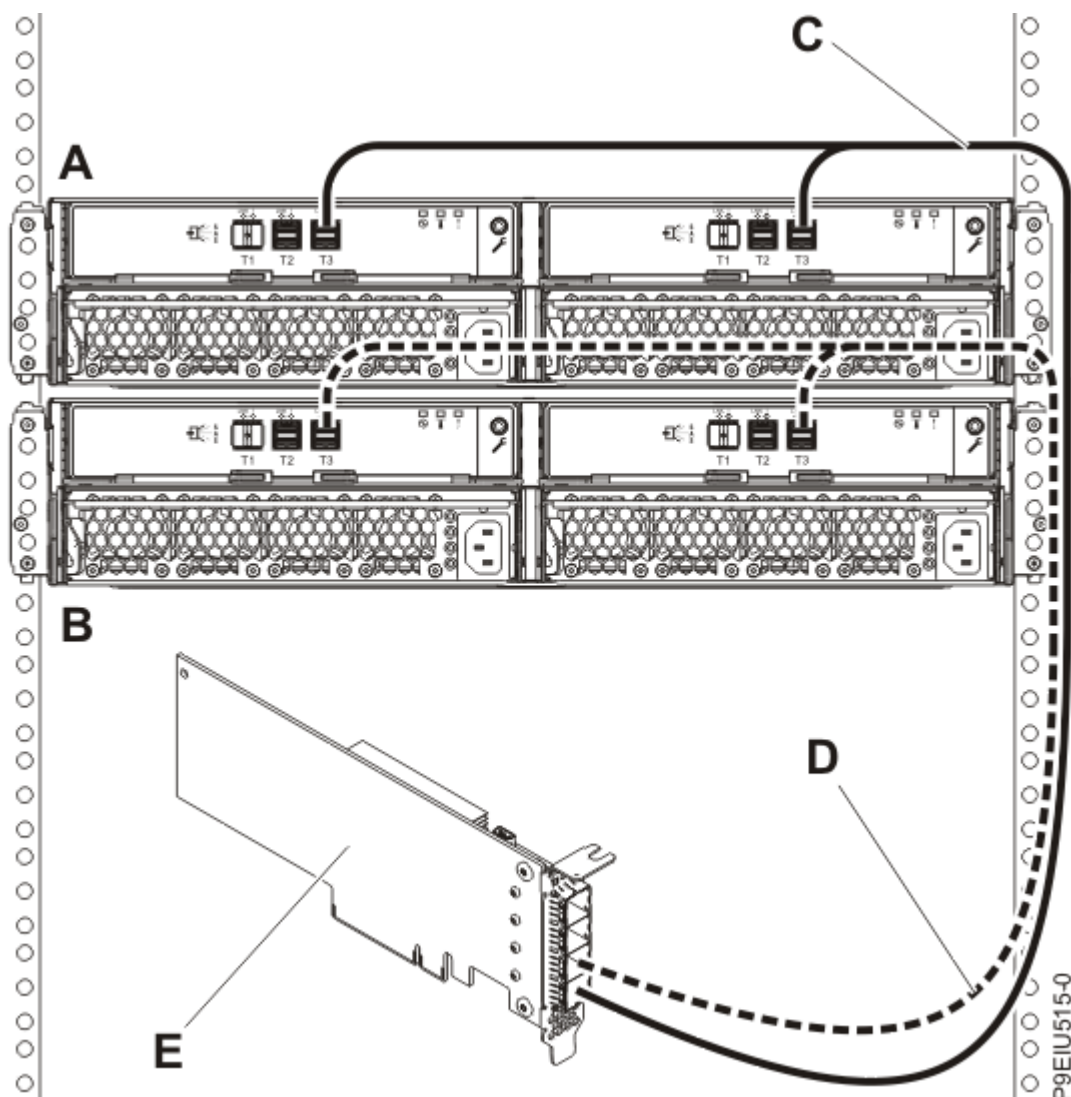

Figura 14. Conexiune mod 1a două incinte de stocare ESLL sau ESLS utilizând cabluri YO12 la un singur adaptor SAS FC EJ0J, FC EJ0K sau FC EJ0M
14. Apoi, finalizați o conexiune mod 1 a două incinte (A și B) utilizând cabluri YO12 (C și D) la un singur adaptor SAS FC EJ0J, FC EJ0K sau FC EJ0M SAS (E), după cum se arată în Figura 14 la pagina 19 și continuați cu “Conectarea cablurilor și cordoanelor de alimentare și instalarea capacelor” la pagina 29.